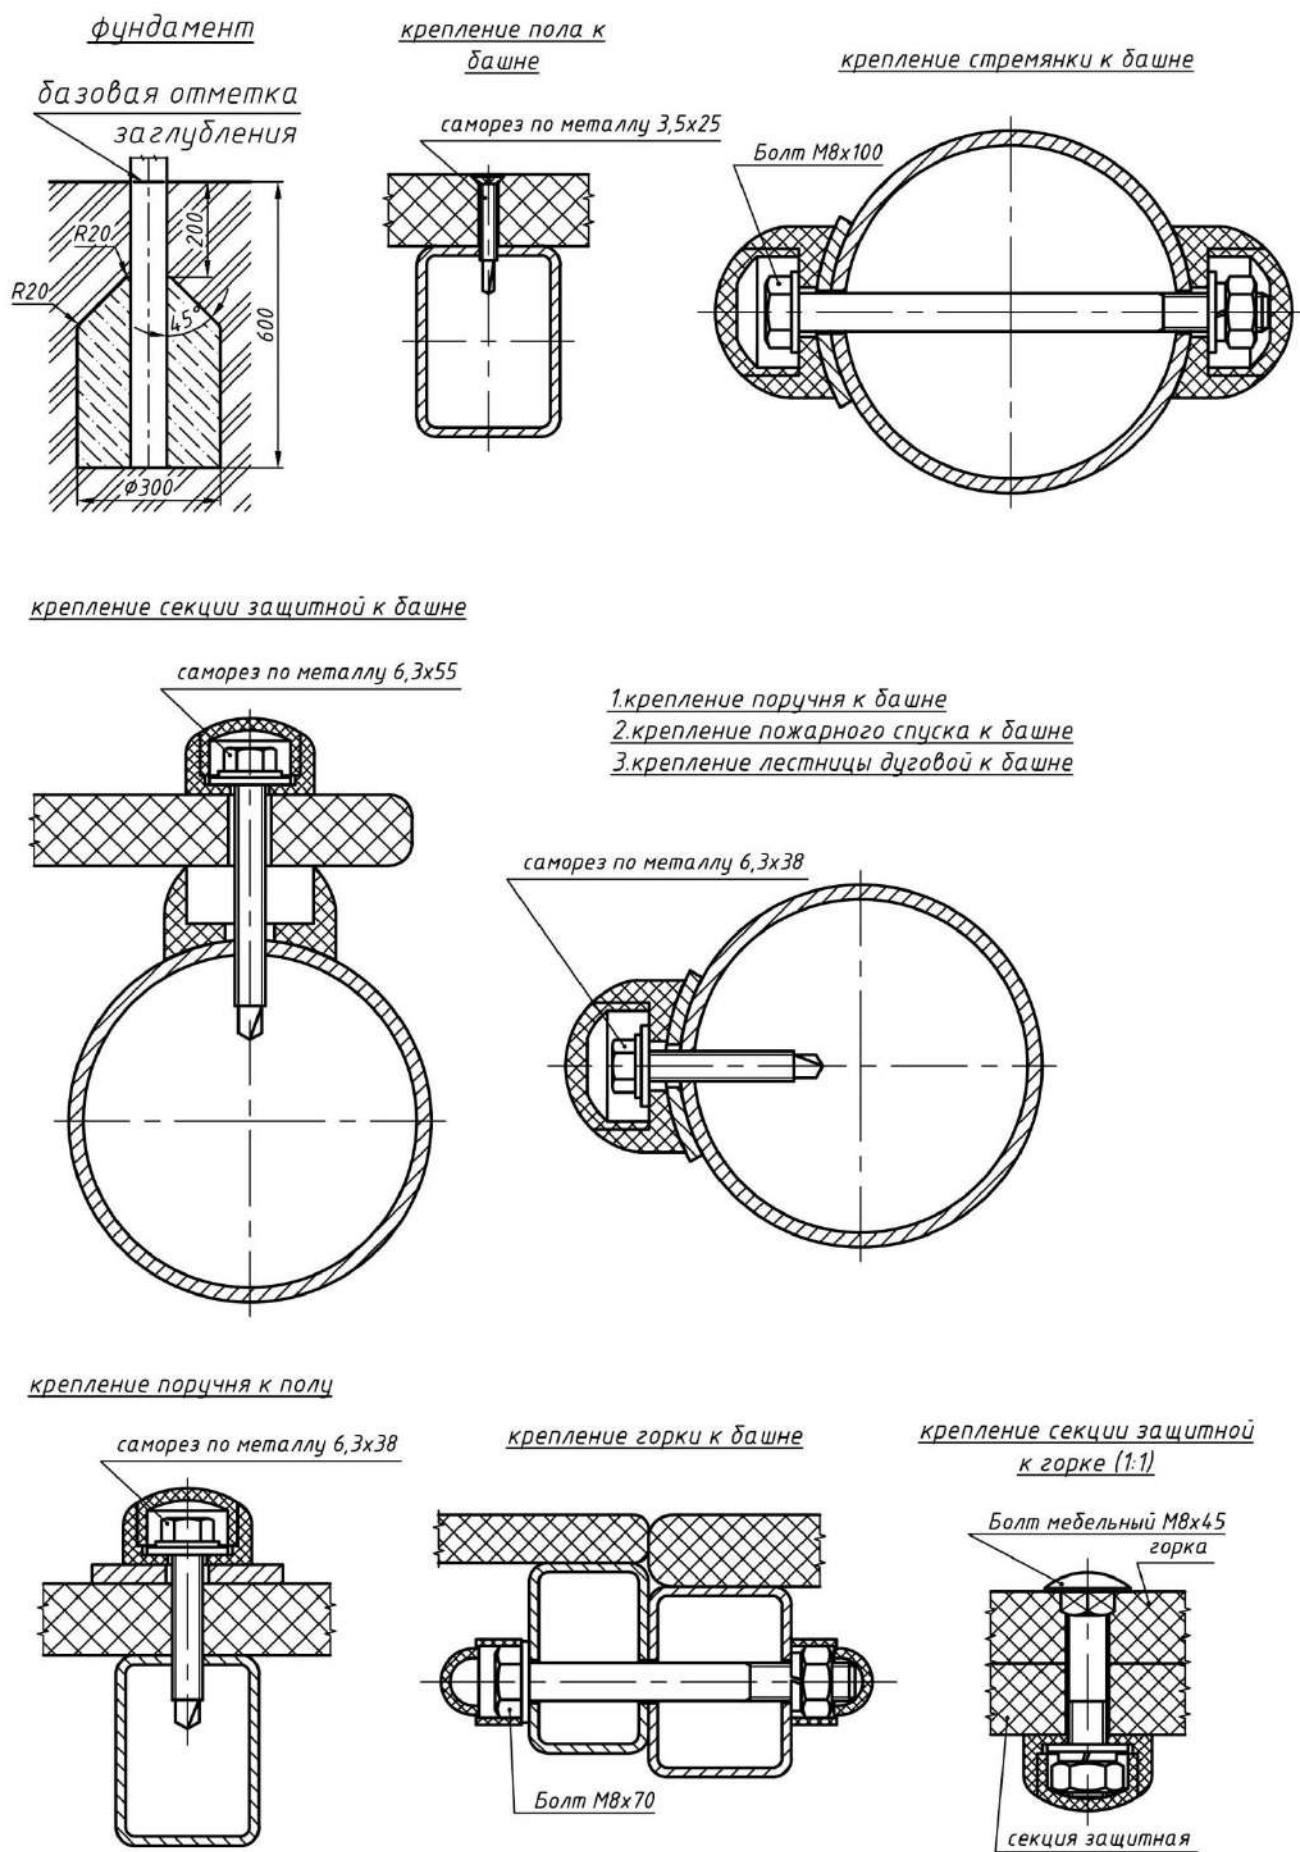

Рис.4 Крепление элементов детского игрового комплекса РТР 28-02
- соединить с башней **1** горку **2** с защитной секцией **3**, крепление элементов комплекса между собой показано на рис.4;
- залить бетоном прямки на глубину 200мм от поверхности площадки (см. рис.4);